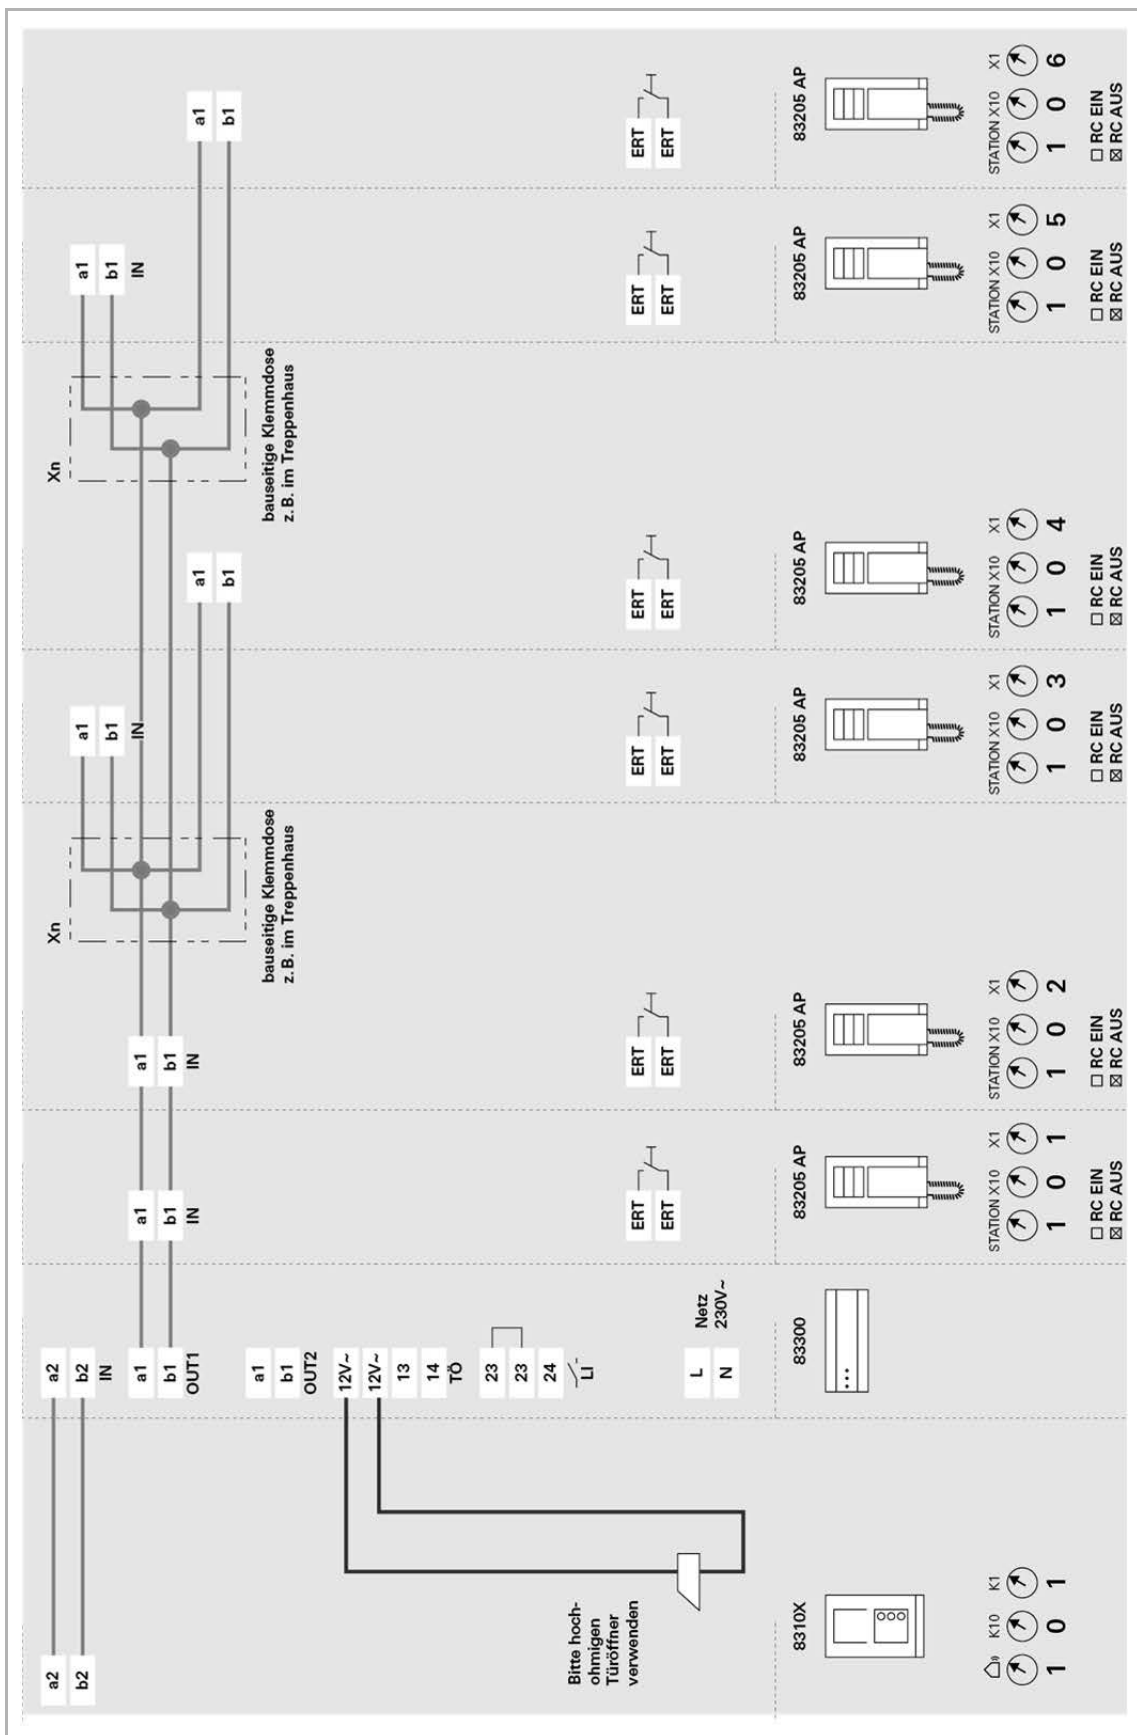

Abb. 18: Audio MFH, eine Türstation
4.13.1 Audio MFH, eine Türstation (Abb. 18)